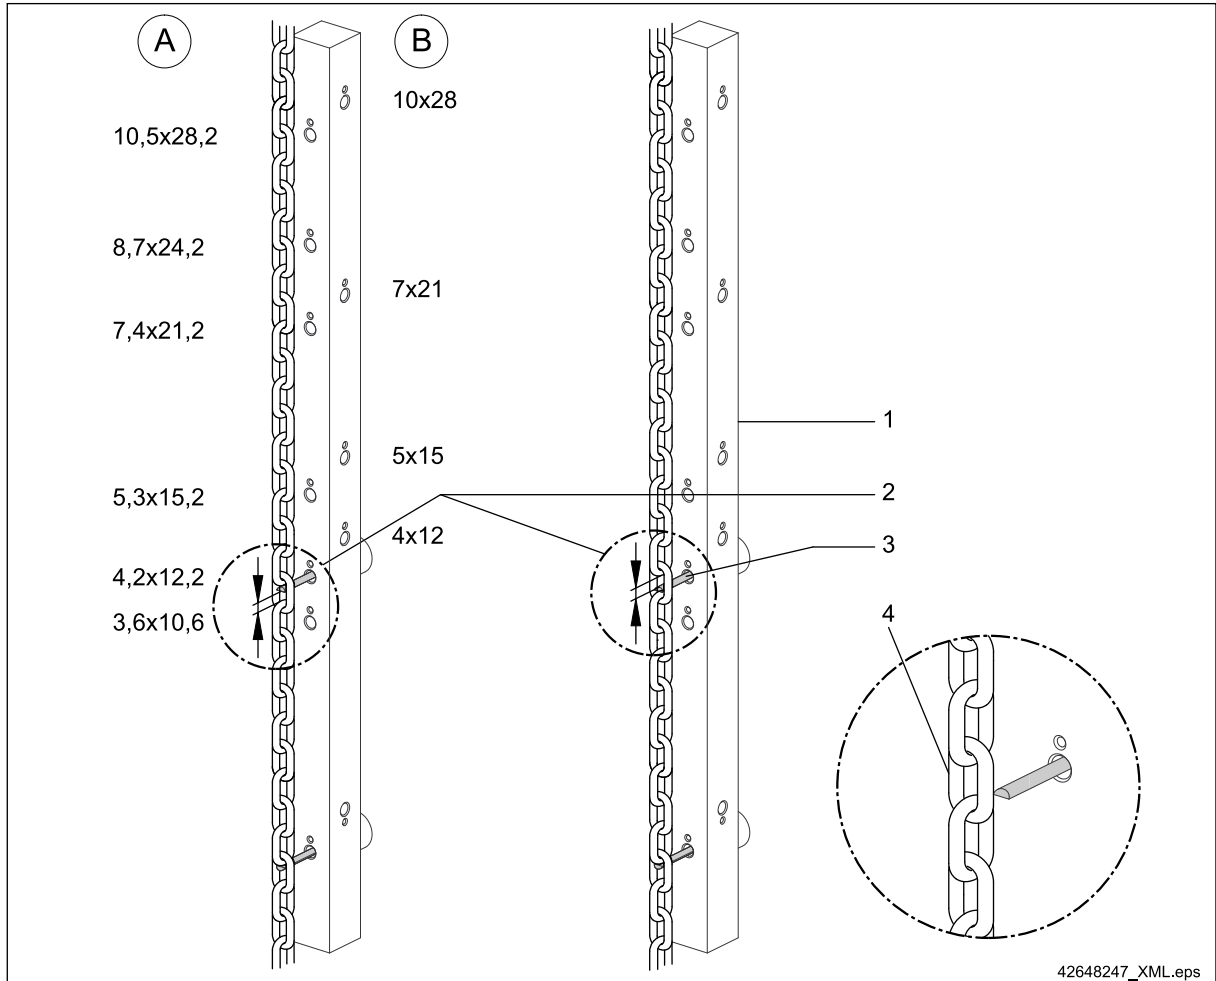

Fig. 55
- de 11 maillons de la chaîne ⇒ Fig. 55, Page 84.